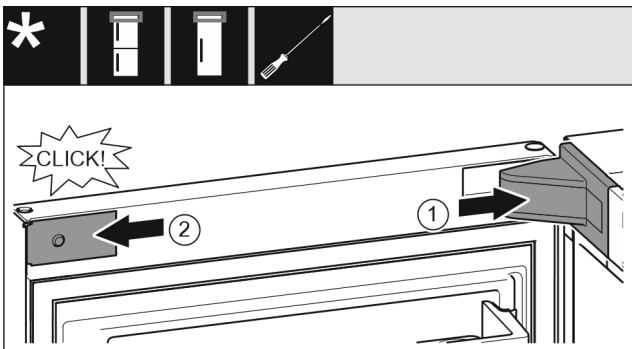

Fig. 24
- ▶ Встановіть та зафіксуйте кришку опорного кронштейна Fig. 24 (1), у разі необхідності – обережно розтисніть.
- ▶ Встановіть збоку і зафіксуйте накладку Fig. 24 (2).